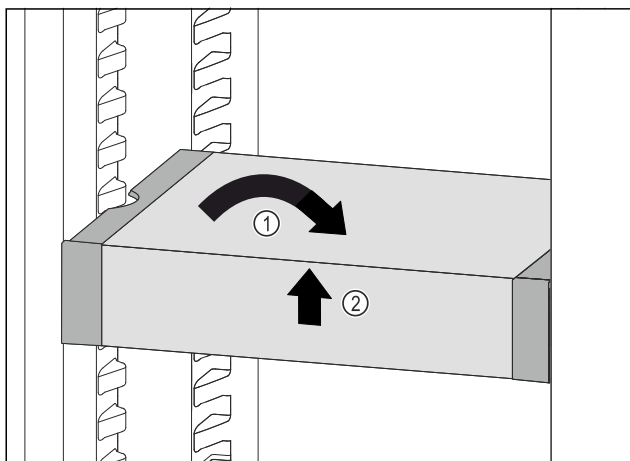

Fig. 170
- VarioSafe postavte rovně. Fig. 170 (1)
- VarioSafe vpředu zvedněte. Fig. 170 (2)